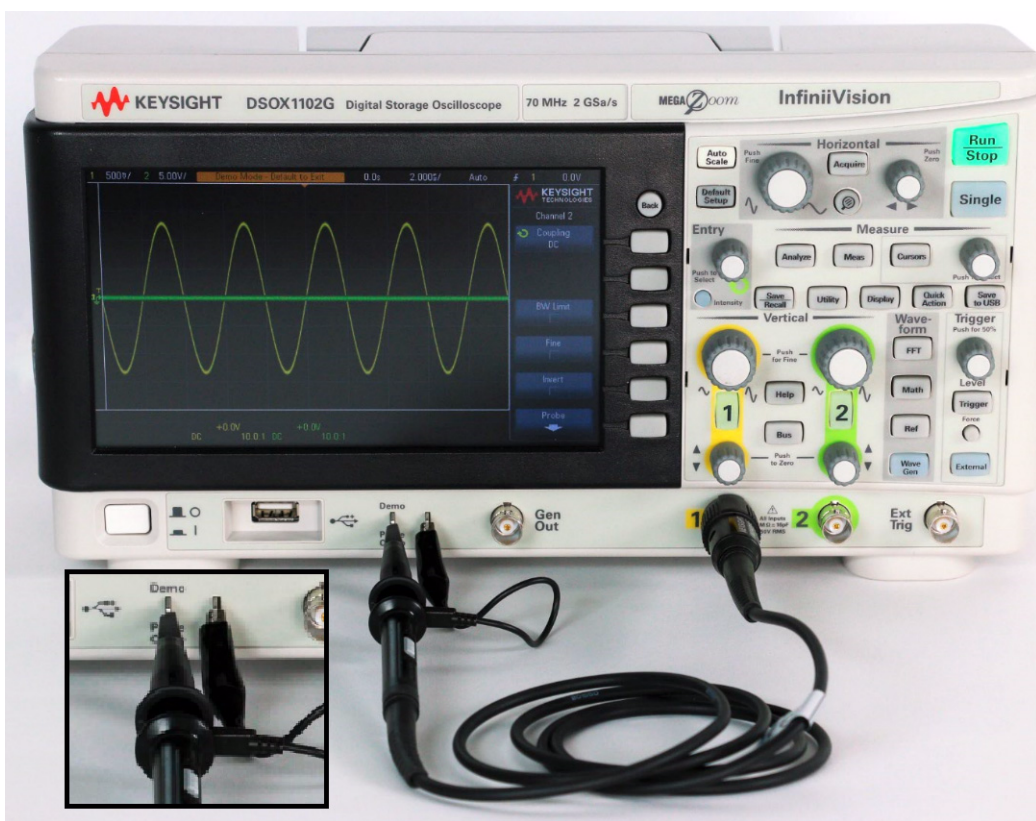

Рис. 8 Подключение пробника к входу канала 1 и выходному контакту обучающего сигнала
- 1 Подключите первый пробник осциллографа к входу BNC канала 1 и выходному контакту с подписью “Demo” (Демонстрация), как показано на **Рис. 8**. Подключите зажим заземления пробника к центральному контакту (заземлению).